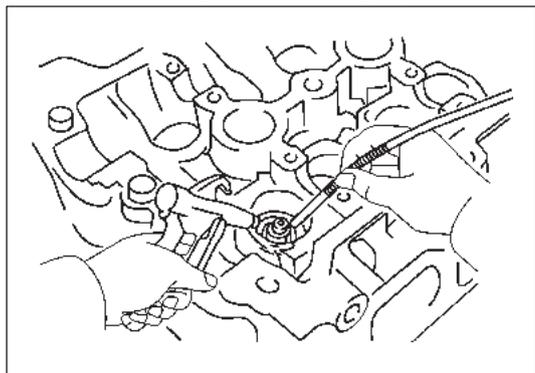

Рис. 12-3-7. Снятие пружины клапана при помощи магнитного штоля
② При помощи магнитного штоля снять прокладки пружин клапанов, как изображено на рис. 12-3-7.
③ При помощи торцевого ключа выкрутить резьбовую пробку рубашки охлаждения в средней части головки блока цилиндров.